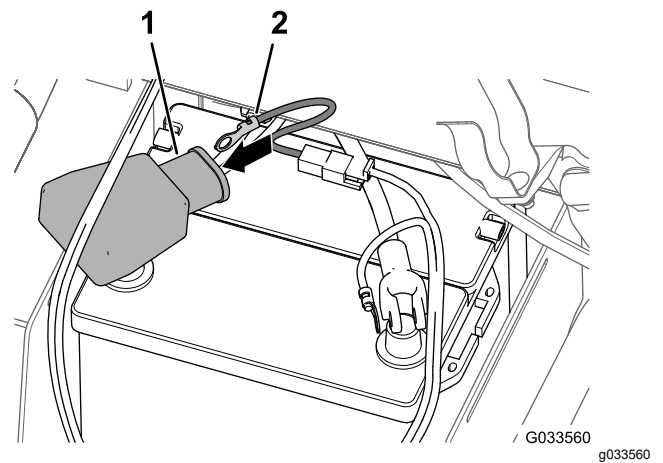

図 29
4. 図 29 のように、ヒューズ付きリンクスプレーヤ用ワイヤハーネスのリング端子を、幅広のバッテリーカバーに通す。